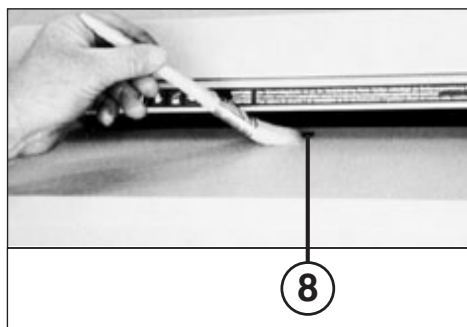

Fig. 5
#### CELLULES PHOTO-ÉLECTRIQUES (8) (fig. 5):